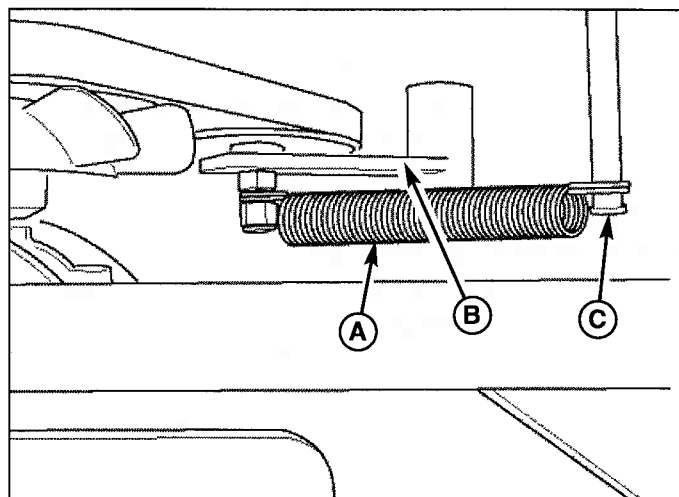

Figure 17. Courroie d'entraînement de l'axe transversal
4. Faire un petit crochet avec un porte-manteau en fil de fer. Insérer le fil de fer dans l'ouverture du côté droit de la plateforme du moteur. Utiliser le porte-manteau en fil de fer pour enlever le ressort (A, Figure 17) de l'attache d'ancrage (C).